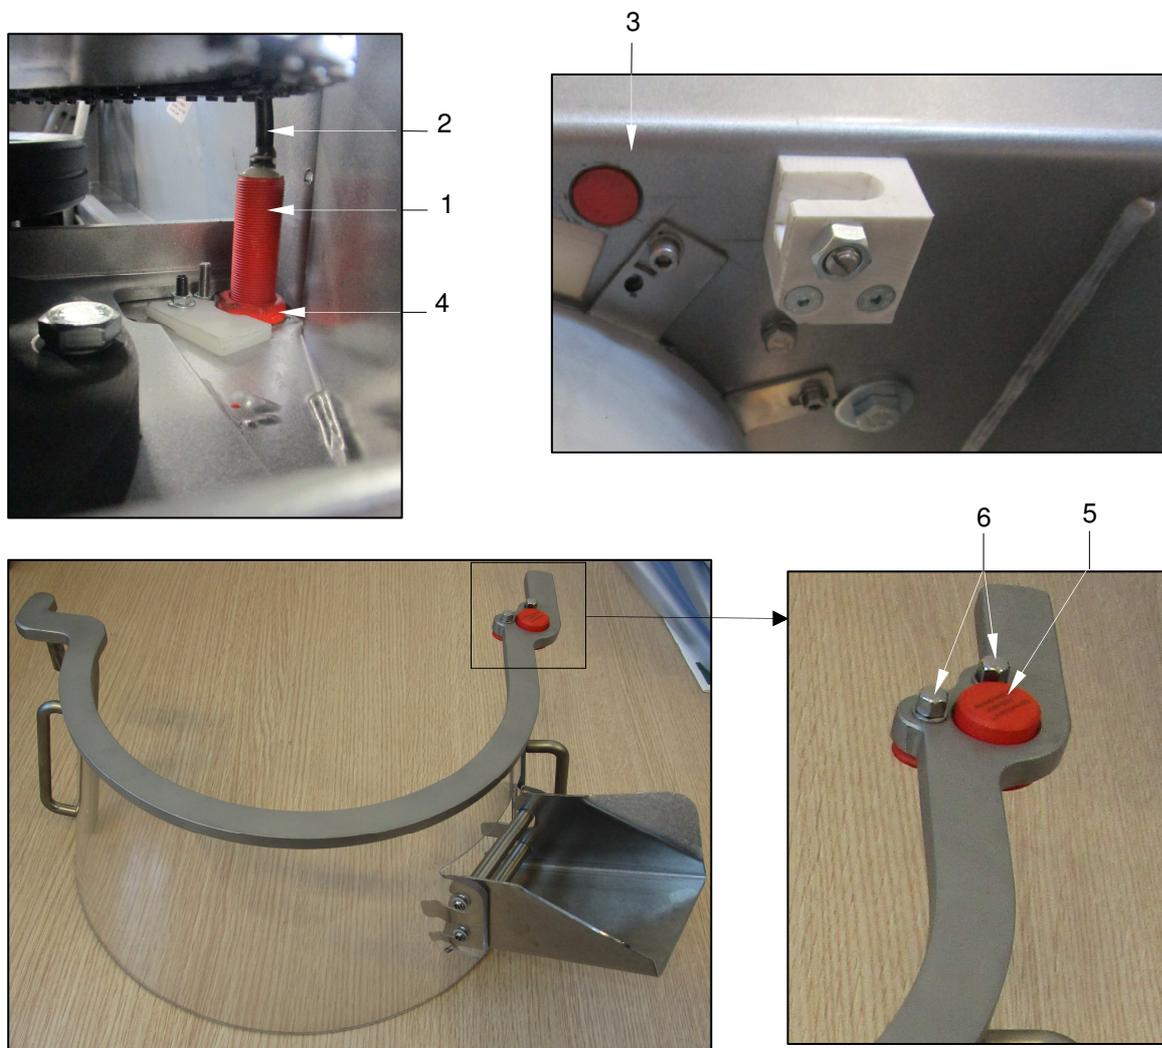

Рисунок 24- Замена блокировочного микровыключателя съёмного ограждения дежи модели PL80N
2. Как показано на **Рисунок 24**, для отсоединения провода (поз.2) датчика (поз.1) необходимо открыть крышку распределительной коробки (расположенной внутри стояка рамы) и выполнить инструкции, приведенные на странице «EMERGENZE RIP\_A&B» прилагаемой электросхемы